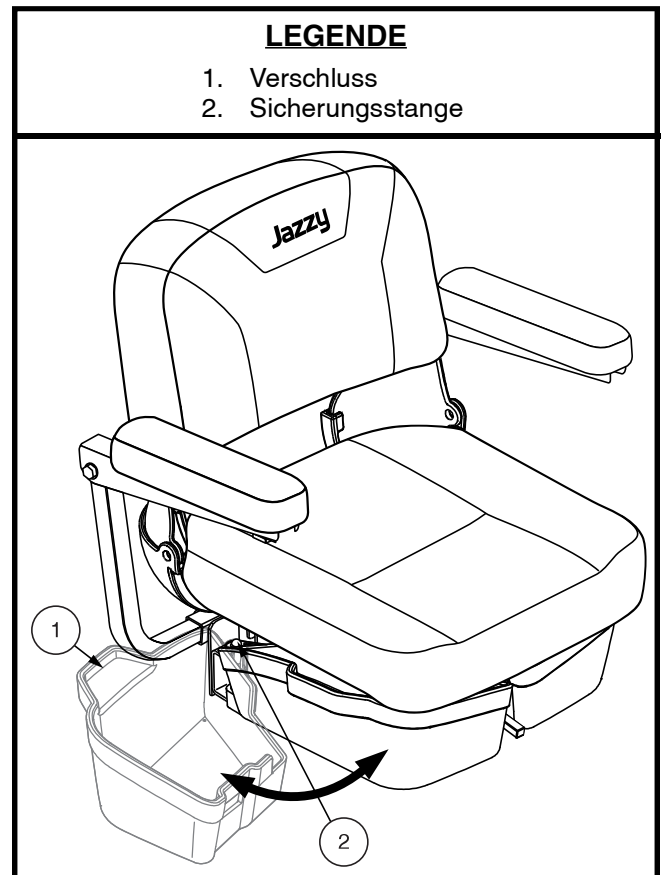

Abb. 31. Stauraum unter dem Sitz
1. Den Verschluss an der Seite des Untersitz-Staufachs (siehe Abb. 31) leicht nach oben heben und das Staufach aus dem Elektromobil herausschwenken.
1. Den Verschluss an der Seite des Untersitz-Staufachs (siehe Abb. 31) leicht nach oben heben und das Staufach aus dem Elektromobil herausschwenken, bis es vollständig geöffnet ist.
2. Falls vorhanden, entfernen die Stauraum unter dem Sitz. **Siehe Abb. 31.**
7. Falls vorhanden, installieren die Stauraum unter dem Sitz. **Siehe Abb. 31.**